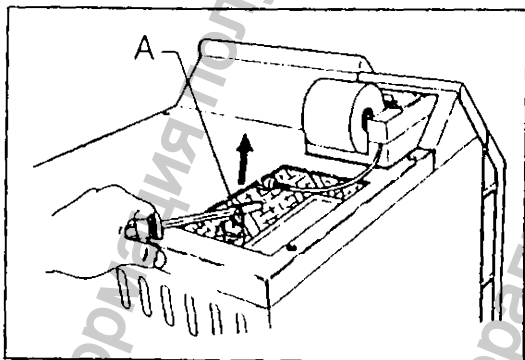

Рис. 5. Проверка предохранительного клапана на сброс пара
б) Проверка технического состояния предохранительного клапана - должна проводиться специалистом. Клапан находится под кожухом стерилизатора в верхней части рабочей камеры. В верхней части аппарата для осмотра клапана имеется также прямоугольное отверстие. Доступ к клапану открывается после снятия крышки (см. рис. 5). Последовательность действий при проверке технического состояния предохранительного клапана:
- проверку клапана можно производить, когда давление в рабочей камере превысит 186 кПа (1,90 кг/см²). Снимите крышку клапана, расположенную в верхней части кожуха аппарата. Пропустите отвертку или какой-нибудь стержень через кольцо клапана (см. рис. 5). Подайте клапан вправо так, чтобы он оставался открытым примерно в течение 3 сек. Пар должен свободно выходить через отверстие в нижней части стерилизатора: